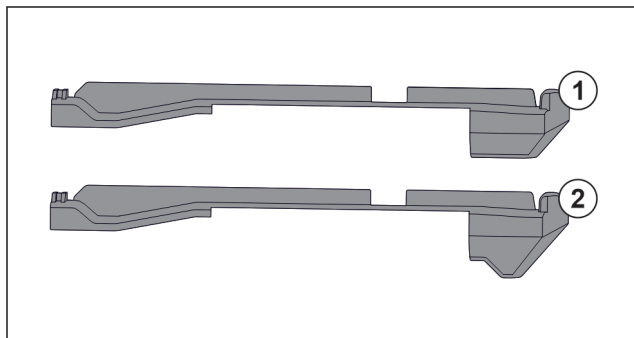

Fig. 217 Compararea pieselor de fixare
În aparat există două piese diferite de fixare. Piesa de fixare de deasupra sertarului de jos Fig. 217 (2) are o margine triunghiulară. Toate celelalte piese de fixare Fig. 217 (1) au o margine dreaptă.
- ▶ Montați piesa de fixare Fig. 217 (2) cu marginea triunghiulară peste sertarul de jos.
- ▶ Montați piesa de fixare Fig. 217 (1) cu marginea dreaptă la toate celelalte poziții.